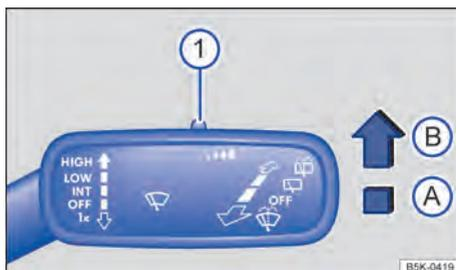

Fig. 105 À direita da coluna de direção: alavanca dos limpadores dos vidros.
Pressionar a alavanca para a posição desejada → Fig. 105:
A sensibilidade do sensor de chuva e de luz pode ser ajustada manualmente com o interruptor na alavanca dos limpadores dos vidros → Fig. 105 ① → .